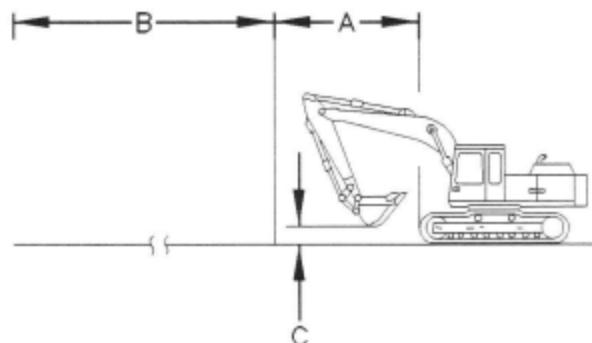

Рис. 5
- (A) Участок разгона длиной 5 м (16,4 фута)
- (B) Отрезок пути длиной 20 м (65,6 фута)
- (C) Высота подъема ковша 0,5-1 м (1,6-3,3 фута)
7. Расположите машину так, чтобы одна гусеница оказалась параллельна размеченной линии. Позиционируйте машину для ходовых испытаний. Смотрите рисунок 5.